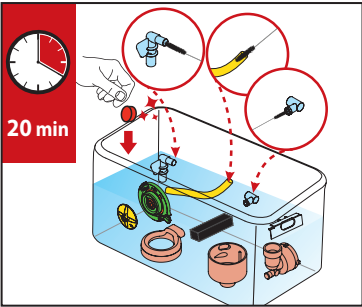

Fig.1
1. Ilagay ang lahat ng piyesa ng mixing system sa isang ilagayan na may lokal na aprubadong food grade na panlinis at mainit na tubig at ibabad nang tinatayang 20 minuto. (Tingnan ang Fig.1)